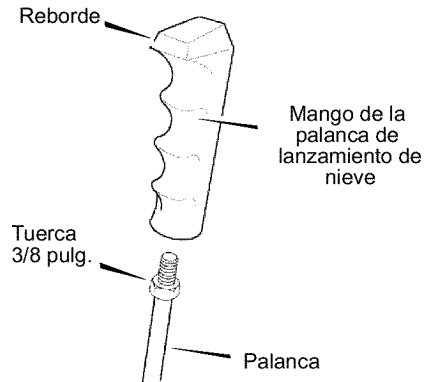

Figura 50
1. Monte el **mango de la palanca de lanzamiento de nieve** en la **palanca** hasta que quede apretado contra la **tuerca** (vea la Figura 50).